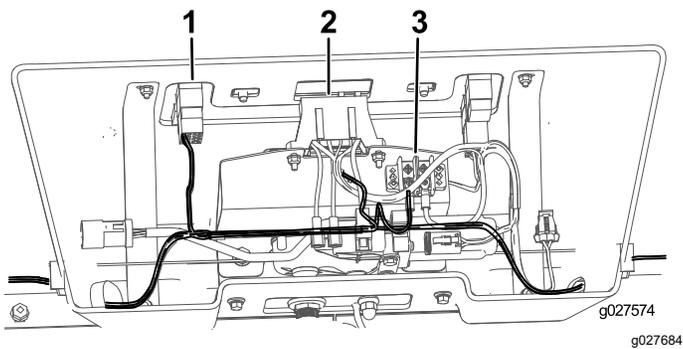

Рисунок 10
2. Присоедините жгут проводки к переключателю, блоку предохранителей и клемме заземления (Рисунок 10).